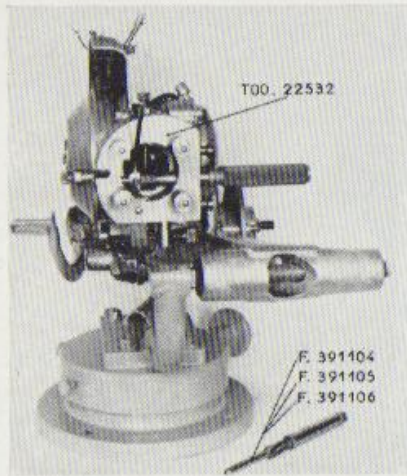

Fig. 69. - Coutil pour le réalésage de la bague du pied de bielle.
- d) Placer ensuite l'outil T.002.2532 sur l'embase du carter comme indiqué sur la fig. 69 ;